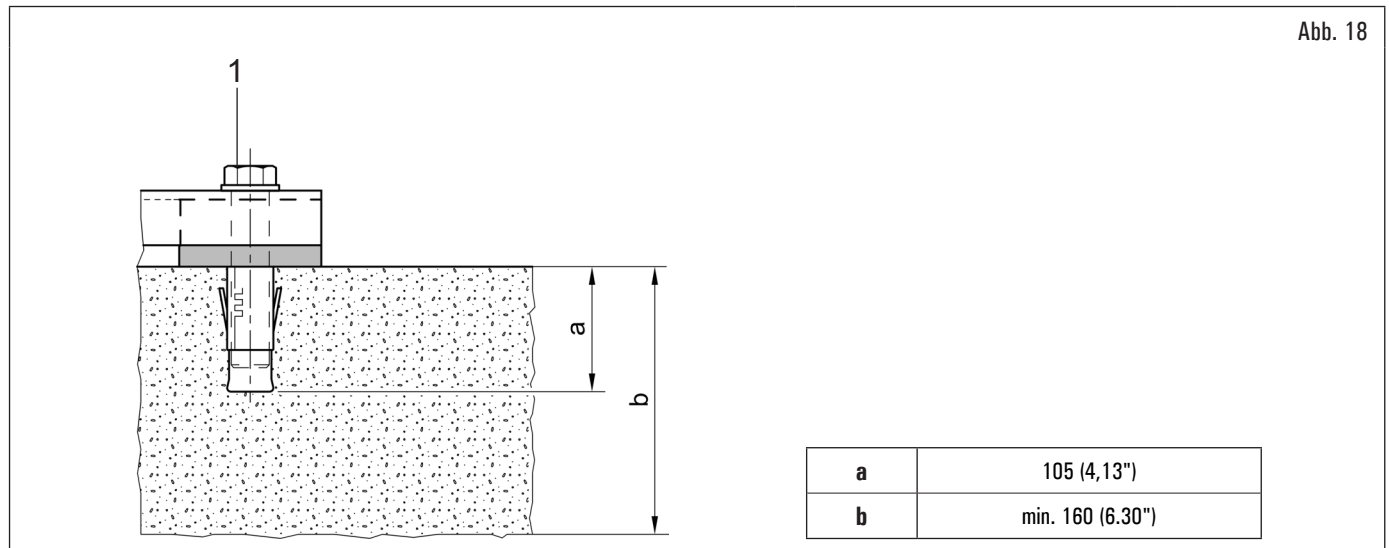

Abb. 18
Das verpackte Gerät ist durch Löcher am Rahmen an der Halterungspalette befestigte. Sie sind in der Abb. 18 unten angegeben. Diese Löcher müssen auch für die Befestigung am Boden mit geeigneten Betondübeln verwendet werden (nicht enthalten). Prüfen Sie vor der Befestigung am Beton, dass alle Ankerpunkte flach und eben sind und Bodenkontakt haben. Ist dies nicht der Fall, Abstand zwischen Gerät und Boden, wie in Abb. 18 angegeben.
- Um das Gerät am Boden zu befestigen, verwenden Sie Zapfen und Verankerungstift (Abb. 18 Pkt. 1) mit einem Gewindeschacht M8 (UNC 5/16), die für den Boden geeignet sind, auf dem das Reifenmontiergerät befestigt wird, und in einer Anzahl gleich der Anzahl der am unteren Rahmen angeordneten Befestigungsbohrungen;